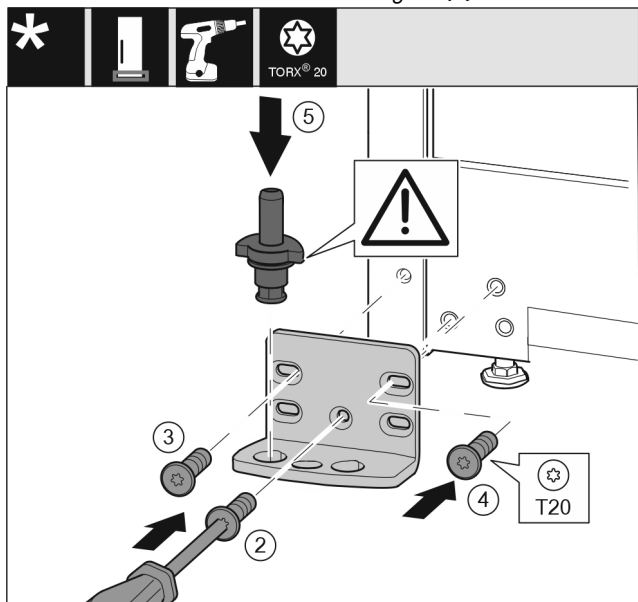

Fig. 18
- ▶ Nasadte stojan ložiska na druhé straně a přišroubujte pomocí šroubováku T20. Začněte šroubem 2 dole uprostřed. *Fig. 18 (2)*
- ▶ Pevně utáhněte šroub 3 a 4. *Fig. 18 (3,4)*
- ▶ Zcela vložte ložiskový čep. Přitom dávejte pozor, aby zajišťovací vačka směřovala dozadu. *Fig. 18 (5)*